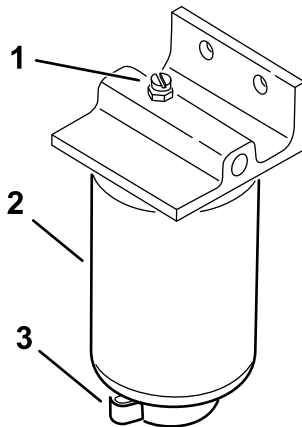

Рисунок 36
4. Откройте сливную пробку фильтра и клапан сапуна (Рисунок 36).